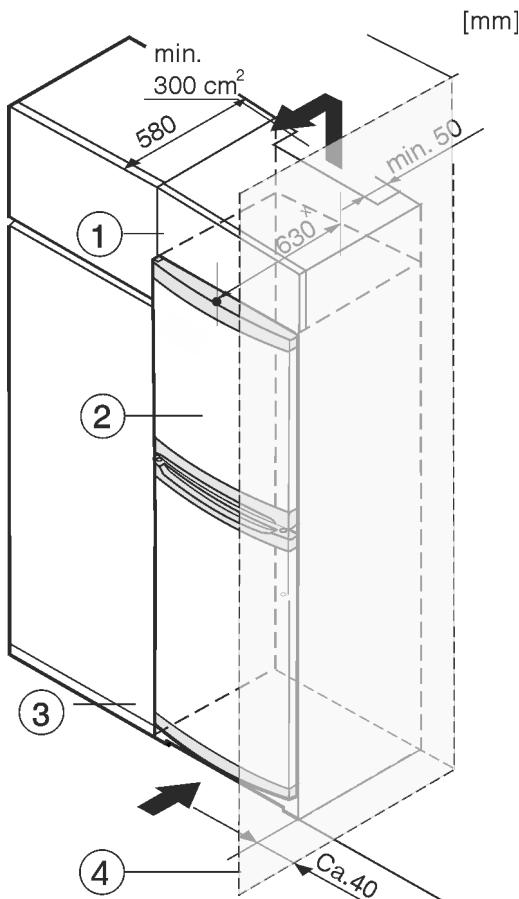

Fig. 8
(2) Пристрій
(4) Стінка
Перед встановленням пристрой можна змінити його конструкцію відповідно до кухонної шафи. Щоб привести висоту пристрой Fig. 8 (2) у відповідність із розмірами кухонної ніші, можна встановити на нього спеціальну шафу Fig. 8 (1).
У разі переобладнання кухонними шафами (глибина щонайбільше 580 мм) пристрой можна встановити безпосередньо поруч із кухонною шафою Fig. 8 (3). Пристрой виступає за передню частину кухонної шафи на 34 мм × з боків і на 50 мм × посередині.
Якщо пристрой із шарнірами встановлюється поруч зі стіною Fig. 8 (4), відстань між пристроєм і стіною має становити щонайменше 40 мм. Це відповідає необхідній відстані для ручки після відкривання дверцят.